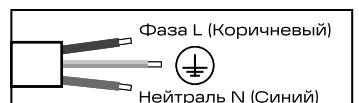

Рис. 6
- 5.15 Выполните электрическое подключение осветительного прибора согласно рис. 6.